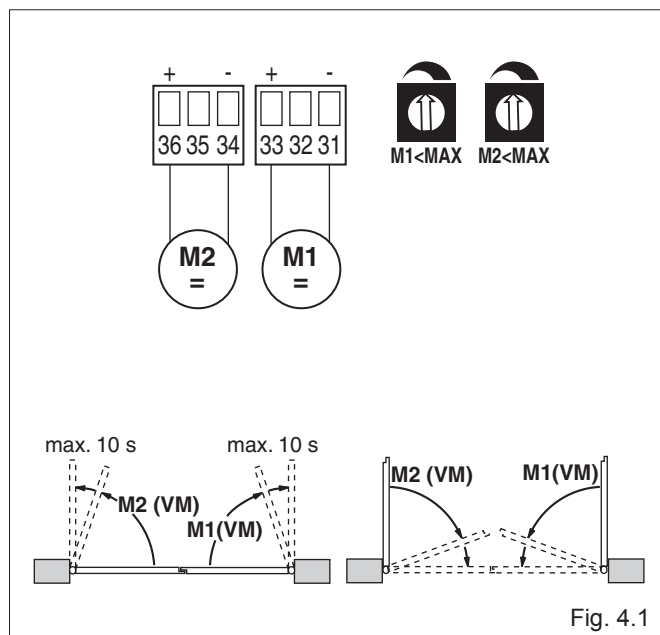

Fig. 4.1
- (Fig. 4.1) **Utilizzo senza finecorsa**